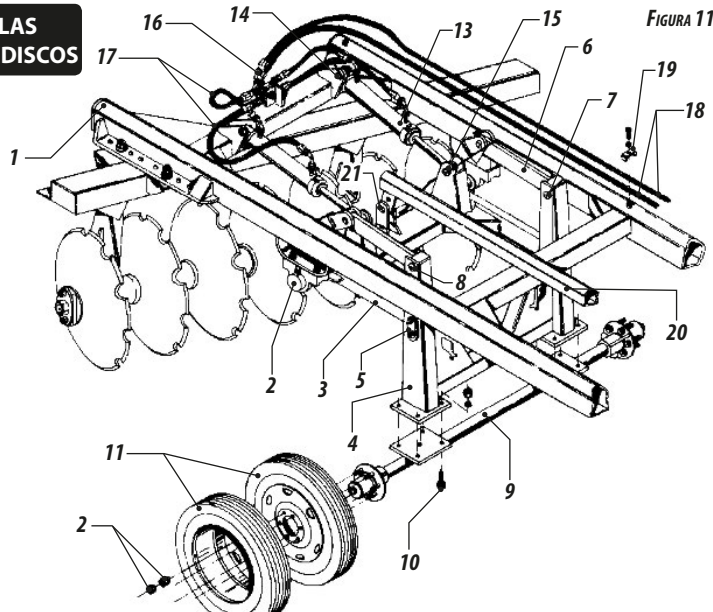

FIGURA 11
- Acoplar los cubos (2) **figura 11**, en el eje de articulación (3), fijar los cubos en el cuerpo principal (1) con los tornillos. Colocar el soporte del eje de articulación (4), en el eje (3) a través de los pernos (5) y trabar con el tornillo. Colocar las chapas (6), del soporte del eje (4) al cuerpo principal (1), a través del perno (7) trabando con el perno (8). Fijar el eje (9) en el soporte del eje (4), con los tornillos (10).
- Fijar las ruedas (11), en el eje (9) a través de las tuercas (12).
- Colocar los cilindros hidráulicos de articulación (13), con la base del cilindro fijada en el cuerpo principal a través del perno (14), y el vástago fijado en el eje de articulación con el perno (15).
- Fijar el distribuidor de aceite (16) en el cuerpo principal (1). Acoplar las mangueras (17) del cilindro al distribuidor. Acoplar la manguera (18) en el distribuidor y fijar en la armación a través de la abrazadera (19), conforme **figura 11**.
- Colocar la barra estabilizadora (20) en el eje de articulación (3) a través del perno (21).